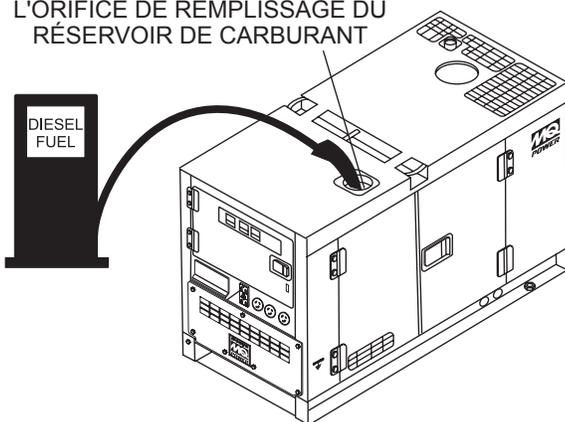

Figure 19. Alimenter le générateur
4. Retirez le bouchon de carburant (situé sur le dessus du générateur) et remplissez le réservoir de carburant comme indiqué dans Figure 19.